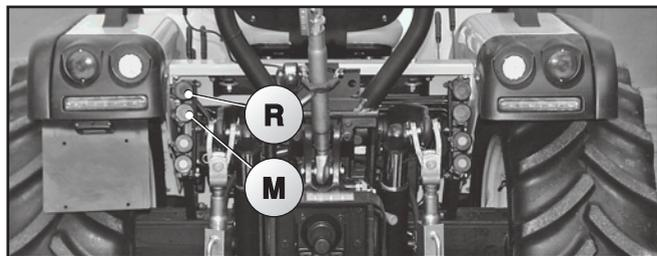

Fig. 5.87
Le joint rapide (M) alimente le refoulement continue et le joint (R) est un retour libre Fig 5.87/88.